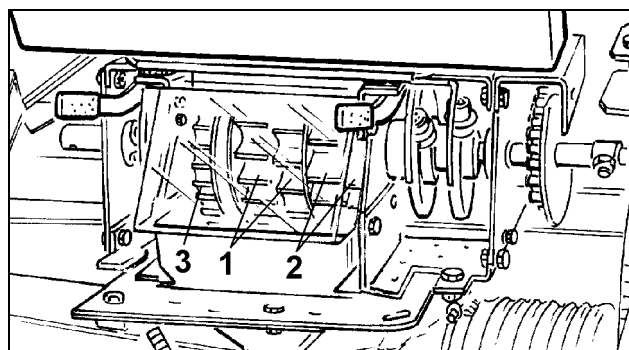

Fig. 59
- une roue distributrice principale blanche (Fig. 59/1)
- une roue distributrice principale orange (Fig. 59/2)
- une roue distributrice fines graines rouge et noire (Fig. 59/3).